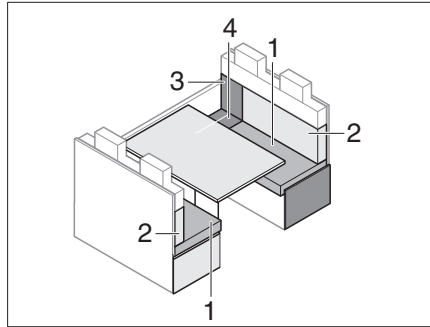

Bild 210 Vor dem Umbau
- Rückenpolster (Bild 210,2) entfernen und zur Seite legen.